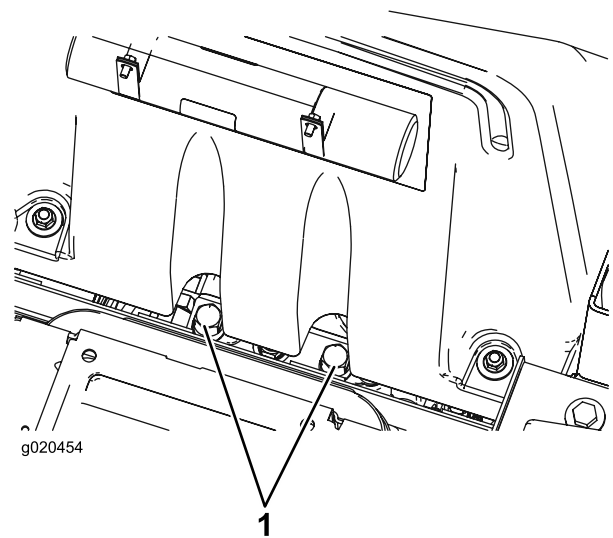

Figura 52
1. As válvulas de derivação encontram-se sob a dianteira do depósito de combustível (Figura 52).